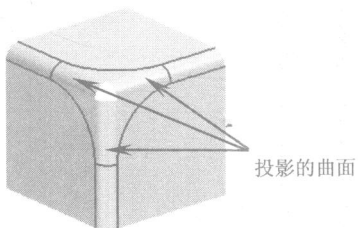

图1-18
15. 在【曲线】工具条中单击【投影曲线】按钮，弹出【投影曲线】对话框。选择上一步创建的线段作为投影线，单击【面/平面】按钮，再选择投影的曲面，然后在【复制方式】栏中选择【移动】选项，最后单击 **确定** 按钮创建投影曲线，结果如图 1-18 所示。